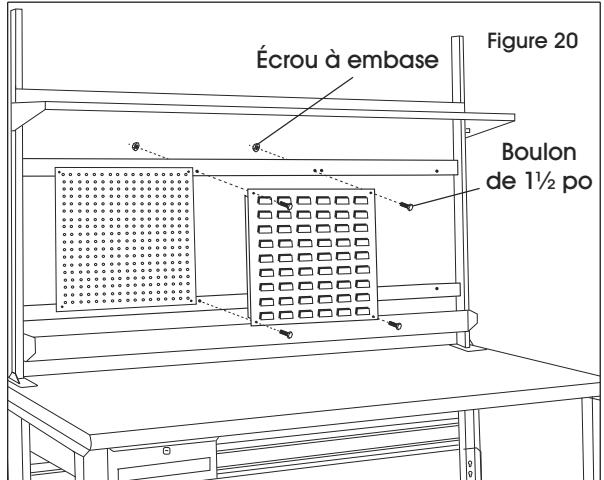

Figure 20
- Installez les panneaux (4 et/ou 5) sur les barres de fixation (6). Alignez les trous en haut et en bas du panneau sur les trous de la barre. Fixez à l'aide de quatre boulons de 1 1/2 po et d'écrous à embase. (Voir Figure 20)